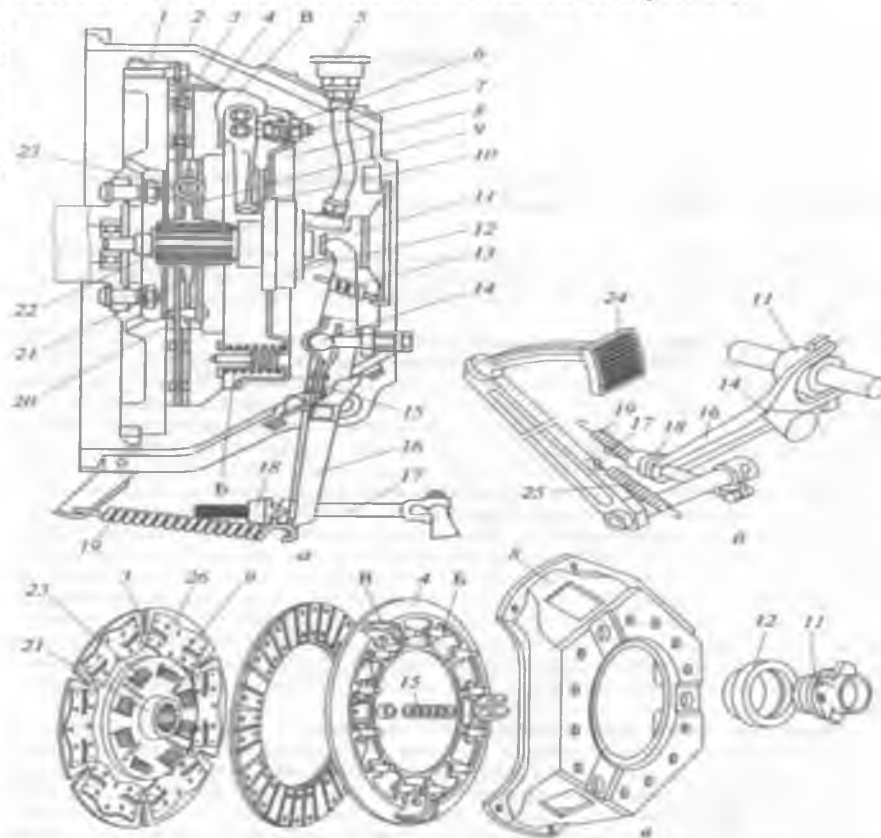

Рис. 2.1 Сцепление автомобиля ГАЗ-53А
Иллюстративный материал — учебные плакаты, рис. 2.1 — 2.13.
1. Изучить сцепление автомобиля ГАЗ-53А (для изучения использовать рис. 2.1 и учебный плакат).